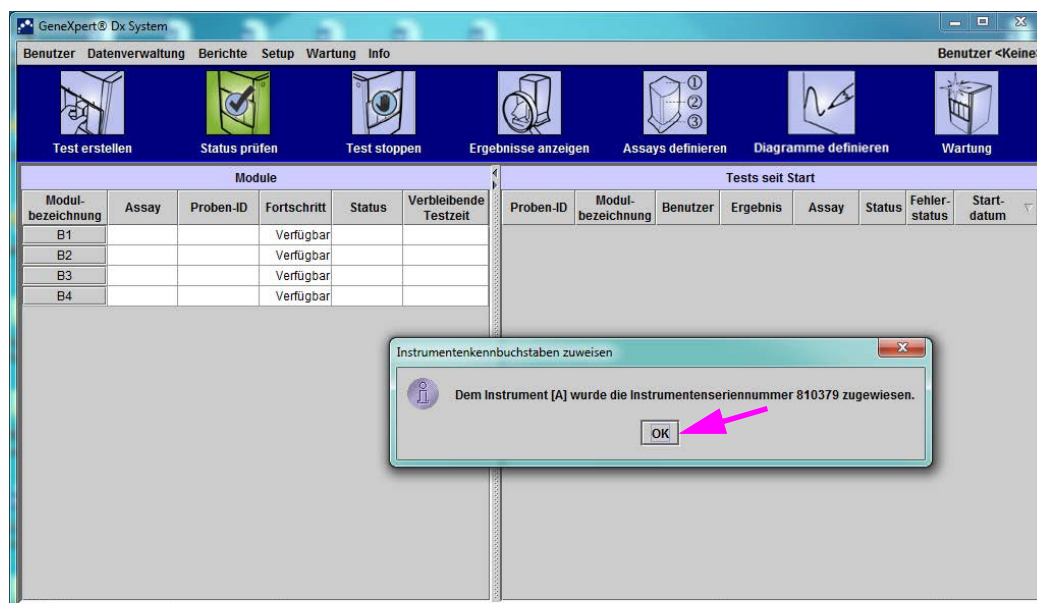

Abbildung 2-60. Fenster des GeneXpert Dx-Systems mit aktualisierten zugewiesenen Instrumentenkennbuchstaben
8. Klicken Sie auf **OK**, um das Dialogfeld „Instrumentenkennbuchstaben zuweisen“ zu schließen (siehe Abbildung 2-60). Die Modulbezeichnung wird mit den neuen Instrumentenkennbuchstaben aktualisiert.